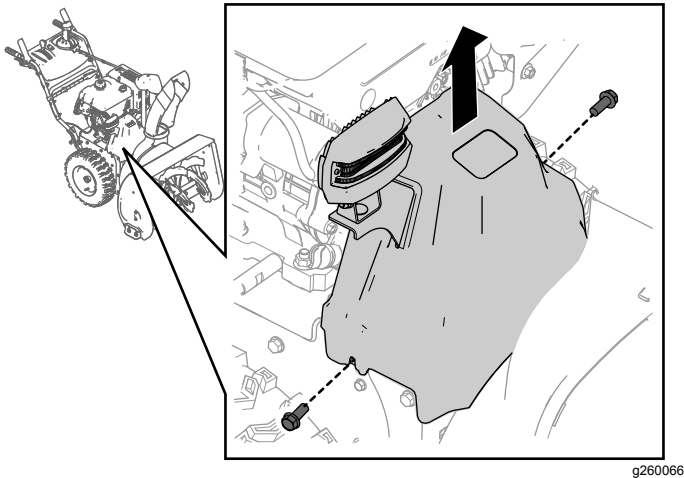

Bild 35
1. Entfernen Sie die beiden Schrauben, die die Riemenabdeckung halten (**Bild 35**).
2. Entfernen Sie die Riemenabdeckung (**Bild 35**).